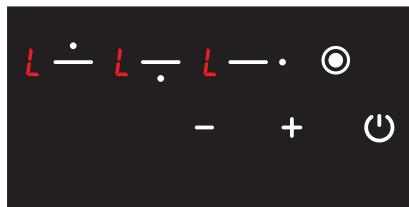

Рис. 17
1. Когда варочная панель включена и блокировка клавиатуры активна, **L** будет отображаться на весь экран (см. Рис. 17). Если какая-либо из конфорок горячая, значки **L** и **H** будут показаны по очереди. Только кнопку **(power button)** можно использовать для включения и выключения варочной панели.